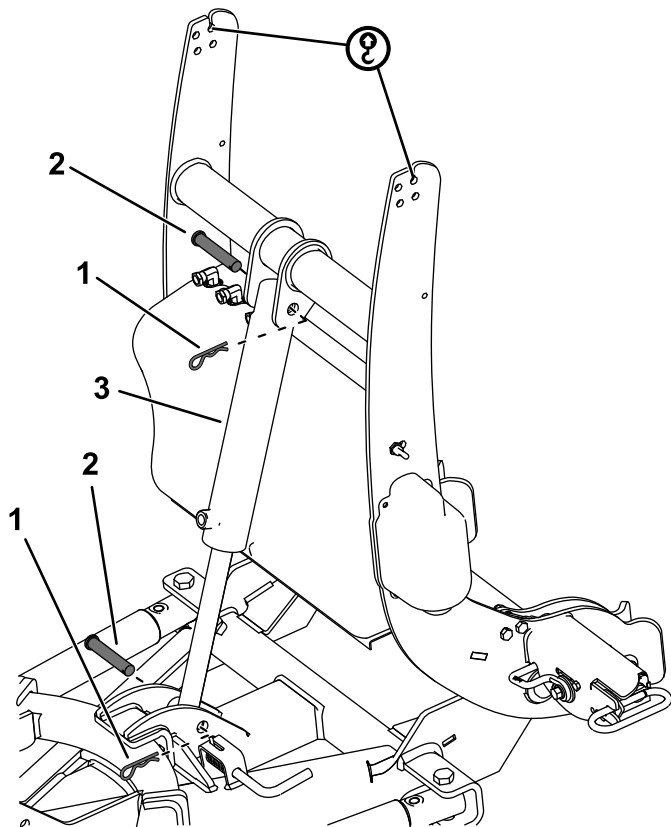

Figura 9
6. Sujete el extremo del vástago del cilindro de elevación al conjunto de bastidor de empuje con un pasador de horquilla y un pasador de clavija (Figura 9).
7. Sujete el extremo libre del cilindro de elevación a la torre de acoplamiento con un pasador y una chaveta (Figura 9).